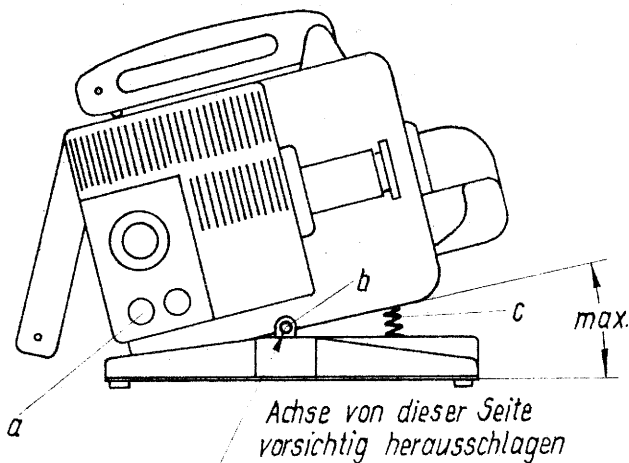

Abb. 5
5. Projektor durch Betätigung des Bedienungsknopfes für die Höhenverstellung a. (Abb. 5) in die höchste Schrägstellung bringen.
8. Schwenkachse b. (Abb. 5) in Pfeilrichtung vorsichtig Herausschlagen.
Die unter Spannung stehende Feder der Höhenverstellung des Projektors c. (Abb. 5) muß allmählich entlastet werden. Während des Entfernens der Achse den Projektor auf das Projektorunterteil drücken und langsam nachgeben.
Projektorgehäuse mit Druckfeder c. (Abb. 5) auf das Pro-
Schwenkachse b. (Abb. 5) unter